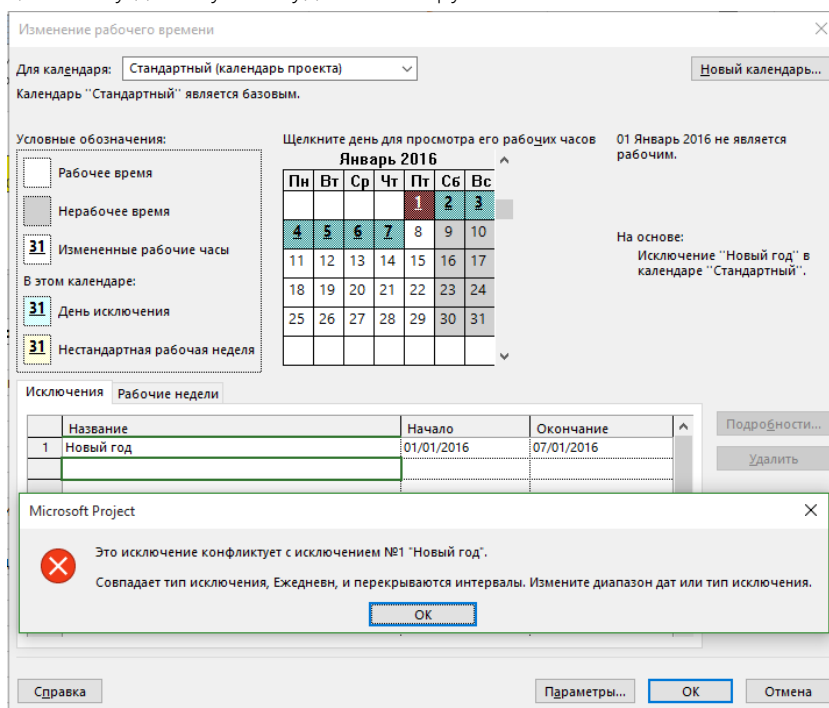

Рисунок 4.5 – Ошибка при создании исключения
- 2) может создаться в диапазоне имеющегося исключения, что приведет к появлению ошибки (см. ниже Рисунок 4.5); в случае появления такой ошибки нажмите «OK» на диалоговом окне ошибки и введите даты начала и окончания исключения;